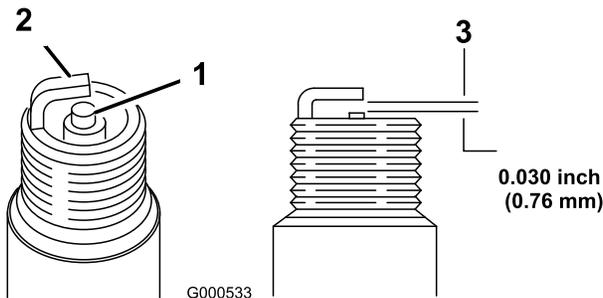

Figura 17
5. Ajuste la distancia entre los electrodos a 0.76 mm (0.03") como se muestra en Figura 17.